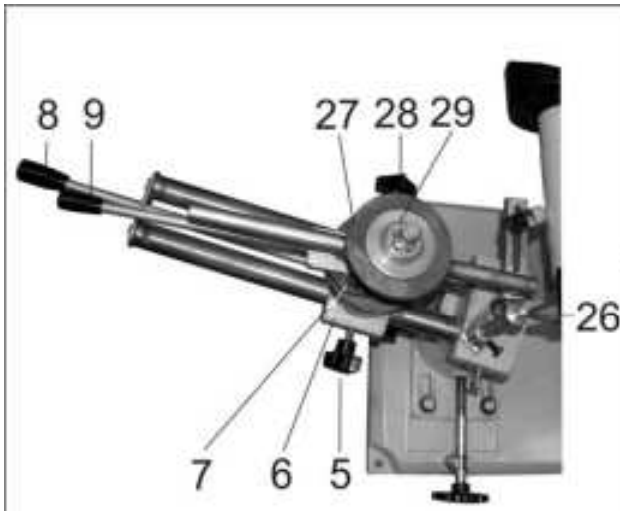

Рис. 3
7.1. Машина состоит из следующих сборочных единиц и деталей (Рис.2, Рис.3)
9.1. Подготовка к работе (Рис. 3,4,5,6,7,8,9)